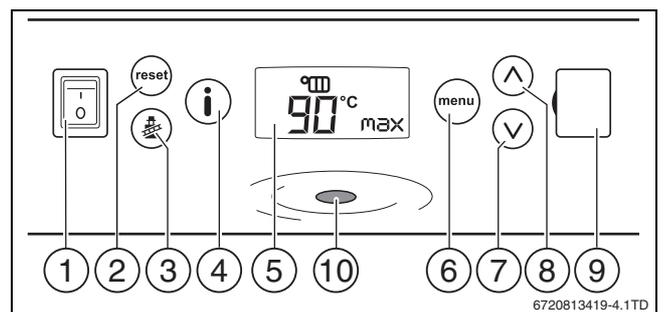

Bild 5 Bedieneinheit
- ▶ Ein/Aus-Schalter in Position „1“ (→ Bild 5, [1]) setzen.